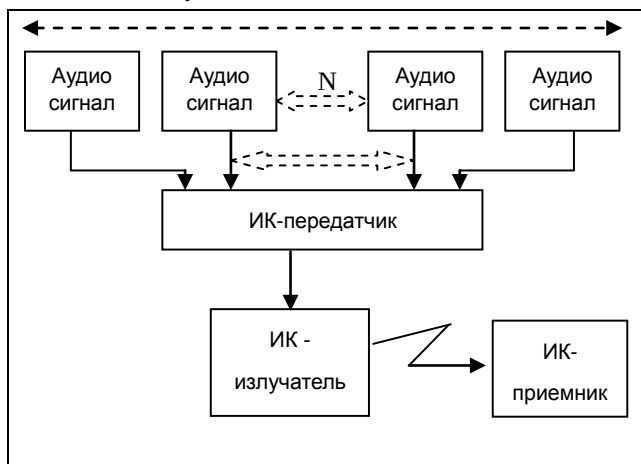

Рис. 1.2 Концепция построения системы
Базовый принцип построения системы показан на рис. 1.2. Система состоит из некоторого числа (N) источников аудио сигнала (как аналоговых, так и цифровых), которые подключены к входам ИК передатчика. Передатчик преобразует аудио сигналы в групповой сигнал, и передает его на вход ИК излучателя (см. раздел 1.2.3). Излучаемый ИК сигнал принимается ИК приемником, который преобразует его в аналоговый аудио сигнал, подаваемый в наушники.